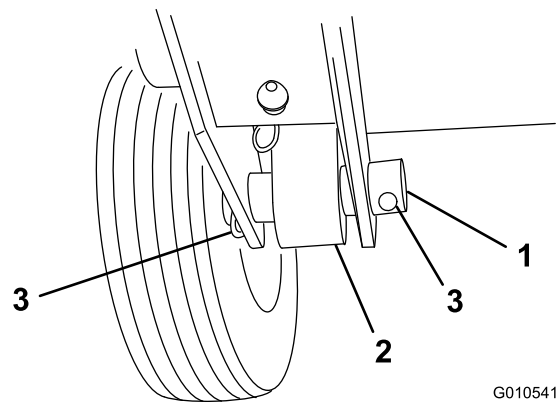

Figura 3
5. Montate la parte posteriore del braccio di sollevamento sul cilindro di sollevamento con un perno girevole e 2 coppiglie (in dotazione con il trattorino) (Figura 3).